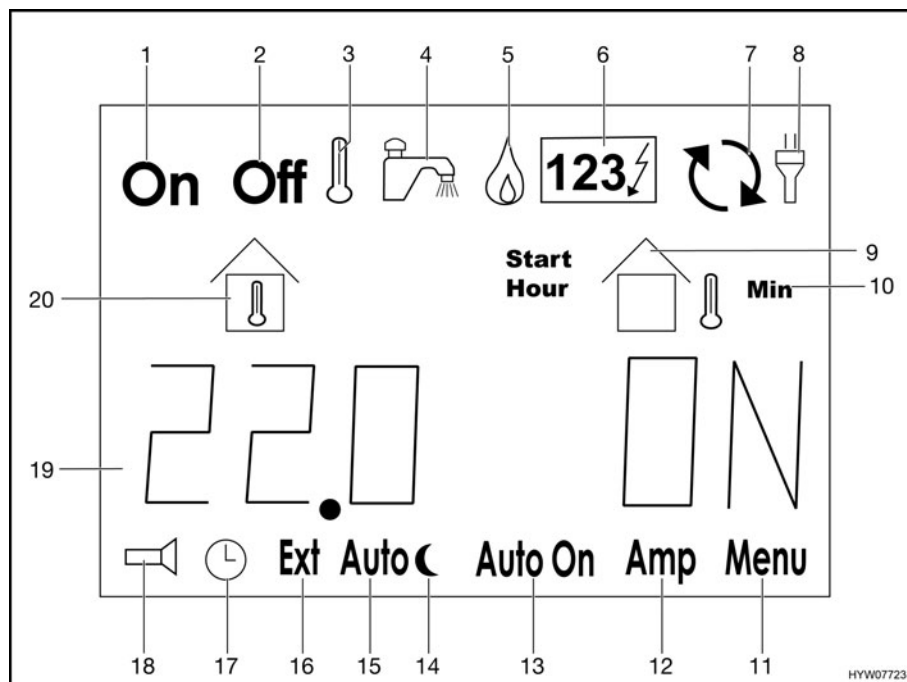

Fig. 122 Affichage ACL
Dans la ligne information (Fig. 122,19), sont indiqués sous forme de texte les informations de températures, de temps et d'états de fonctionnement, ainsi que les messages d'erreur.
- Appuyer sur la touche ">" (Fig. 121,4) jusqu'à ce que le symbole  (Fig. 122,5) clignote.
- Appuyer sur la touche ">" (Fig. 121,4) jusqu'à ce que le symbole  (Fig. 122,6) clignote.
- Appuyer sur la touche "▷" (Fig. 121,4). Le symbole "Off" (Fig. 122,2) clignote.
- Appuyer sur la touche "+/On" (Fig. 121,3). Le symbole "On" (Fig. 122,1) clignote. Le chauffage se met en marche automatiquement.
- Appuyer sur la touche "▷" (Fig. 121,4). Le symbole "On" (Fig. 122,1) clignote.
- Appuyer sur la touche "-/Off" (Fig. 121,5). Le symbole "Off" (Fig. 122,2) clignote. Le chauffage s'éteint.
- Appuyer sur la touche "▷" (Fig. 121,4) jusqu'à ce que le symbole "Menu" (Fig. 122,11) clignote.
- Quand "OF" est affiché dans la ligne information (Fig. 122,19), appuyer sur la touche "▷" jusqu'à ce que "PU" soit affiché.